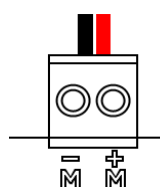

Fig. 17
Para la conexión de la motorización se dispone de 1 borna de 2 pines ① (Fig. 17). Para ello fije el cable con los tornillos de la borna, respetando el código de colores asociado a la serigrafía.